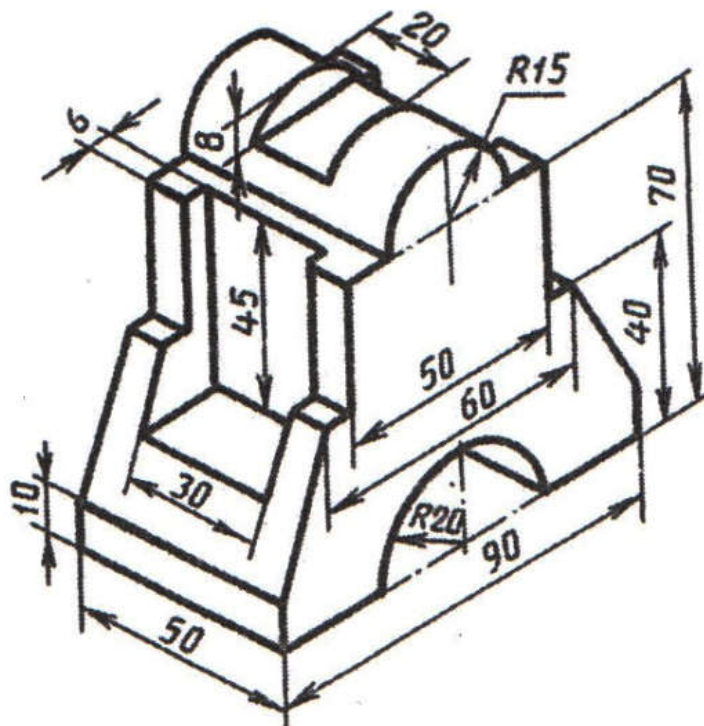

Рис.5
3. Выполнить построение 3D моделей с использованием команд «Выдавить» и «Вытягивание» (рис.5,6,7)